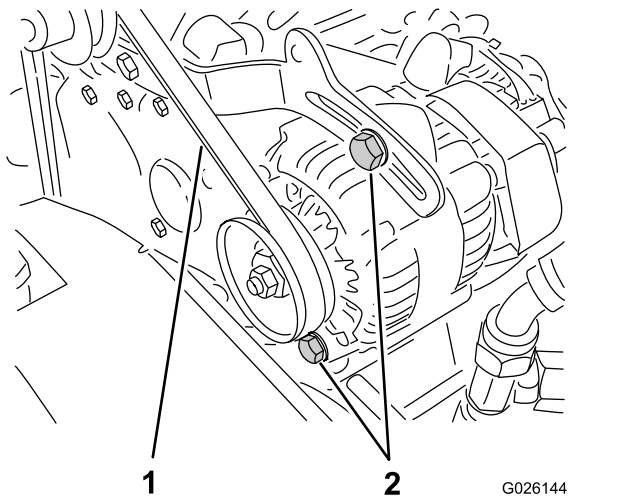

Figura 62
2. Compruebe la tensión presionando la correa en el punto intermedio entre las poleas del cigüeñal y del alternador con una fuerza de 10 kg (Figura 62).
- A. Afloje los 2 pernos de montaje del alternador (Figura 62).
- B. Usando una barra, gire el alternador hasta obtener la tensión correcta de la correa, luego apriete los pernos de montaje (Figura 62).